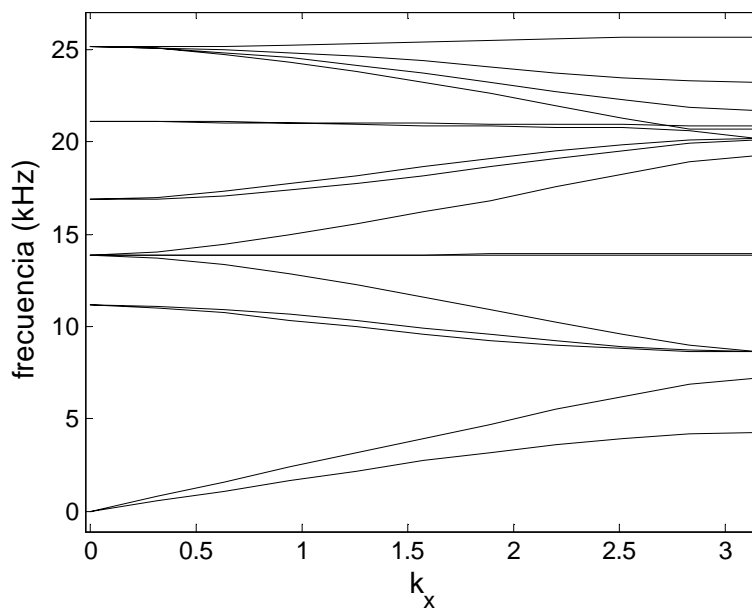

Fig. 5. Diagrama de bandas en función de k_x (mismos parámetros que en la Fig. 2).
- 8) Medición de las bandas. Una información más completa del cristal puede obtenerse conociendo no solamente las bandas prohibidas, sino también las permitidas. Para medir la dispersión de las bandas puede procederse de la siguiente manera: para una frecuencia fija de excitación se barre la posición del detector (mic-guía por ejemplo) a lo largo de una línea en el interior del cristal (por ejemplo la dirección x). La información de amplitud y fase permite obtener la presión compleja en función de la posición, de manera que la fft (espacial) de dicha señal permitiría obtener los “ k_x ” presentes para una dada frecuencia. Si también se barre la frecuencia, puede accederse a la información completa, es decir $f(k_x)$. La Fig. 5 muestra el diagrama de bandas de la Fig. 2, pero en función de k_x (en MATLAB se obtiene haciendo `>> plot(k(1,:),w,'k')`). Observa el gap a 8 kHz. Fíjate que, como también se ve en la Fig. 2, hay dos bandas antes del borde inferior del band-gap. Entre 4.3 kHz y el borde del band-gap, una de las bandas es vertical (por qué?).